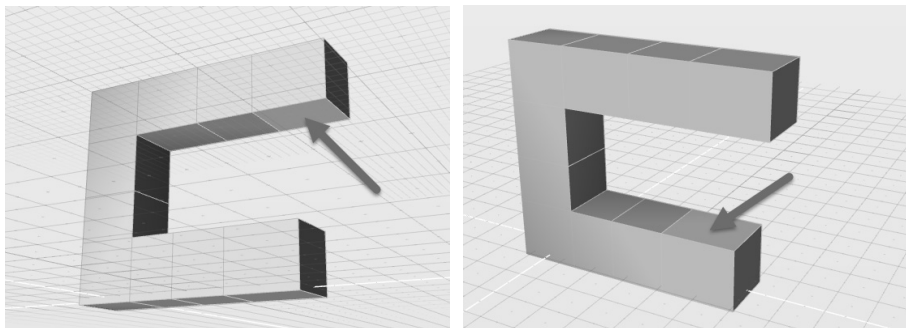

图 6-40 对对象上的两个面进行多选
- 3) 按住〈Ctrl〉键进行面的多选，选择图 6-40 所示的两个面。